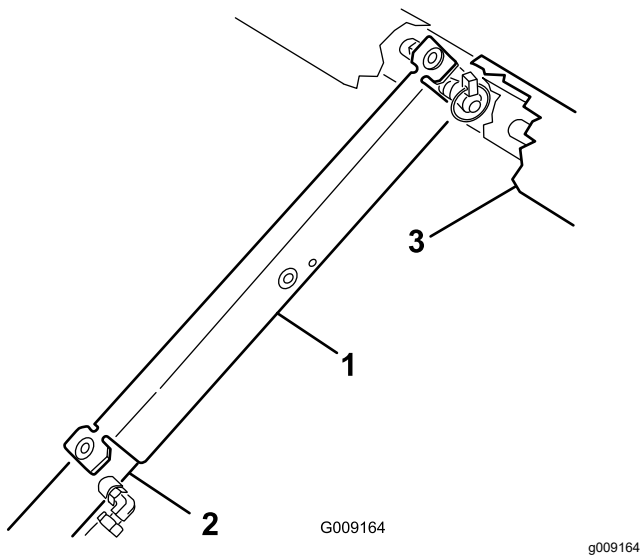

图 22
3. 将货斗支架推入油缸杆并确保支架端凸耳靠在油缸筒和油缸杆头上 图 22。